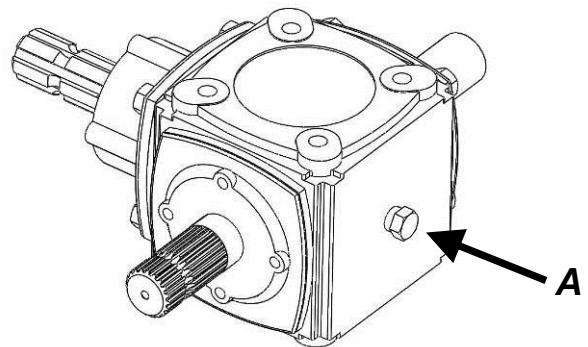

Figure 24
- ☞ La boite d'engrenage de la turbine (Option entraînement mécanique) [figure 24, A] utilise de l'huile à engrenage A.P.I. GL5 (SAE 80W90) ou de l'huile synthétique (SAE 75W90). Contenance : 1 litre.
Changez l'huile dans la boîte d'engrenage de la soufflerie [figure 24] au début de chaque saison des semis ou d'application. Les changements de température durant la saison morte provoque de la condensation sur les parois de la boîte d'engrenage, réduisant ainsi l'efficacité de la lubrification.
Pour vidanger l'huile, aspirez-le lubrifiant du carter de la boîte d'engrenage avec une pompe à succion manuelle. Remplir le carter avec de l'huile à engrenage A.P.I. GL5 (SAE 80W90) ou de l'huile synthétique (SAE 75W90) jusqu'à débordement par le bouchon de niveau [figure 24, **A**], environ 1 litre. Vérifiez le niveau d'huile à toutes les 50 heures; remplir au besoin.